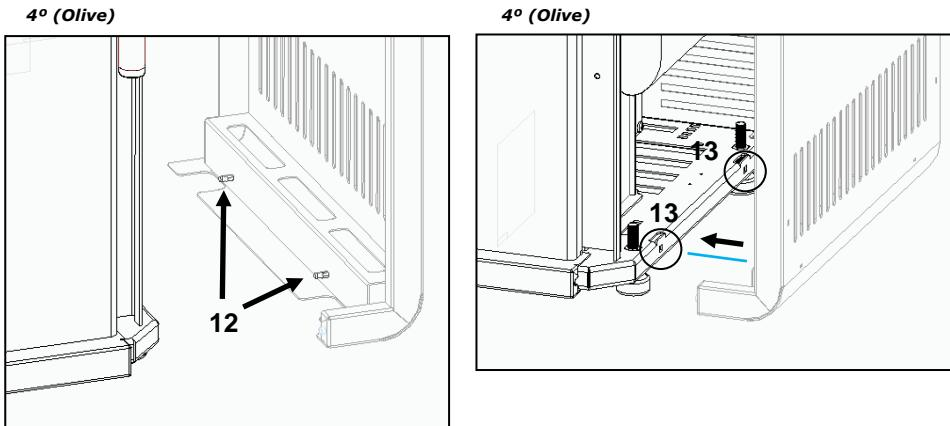

Figura 42 – Fixação das envolventes Olive
k) De seguida colocar as envolventes laterais; encaixar primeiro os apoios **10** nos rasgos **11** e depois encaixar os pernos **12** das envolventes laterais, nas molas **13** que se encontram no equipamento, como demonstra a Figura 42.